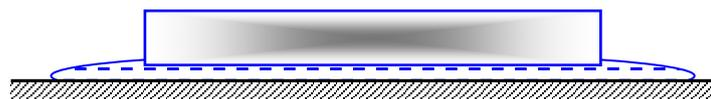

Рис. 4.2. К задаче 4.6
4.6. 100 кг льда с $t_1=-10$ °С помещены в окружающую среду с $t_{oc}=20$ °С (рис. 4.2). Лед тает, и вода нагревается до температуры окружающей среды $t_2=t_{oc}$. Давления льда и воды равны давлению окружающей среды и постоянны.